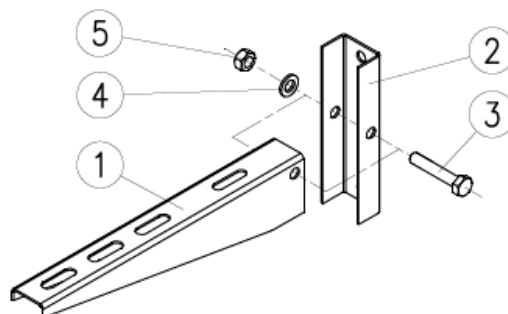

Рисунок 6.7
Полку кронштейна ПК (1) (длиной по ширине лотка) вставить в стойку кронштейна СК (2). Совместив отверстия широкой стороны полки (1) и центральной части стойки (2), вставить Болт М8х45 (3), надеть на болт шайбу М8 (4) и зафиксировать Гайкой М8 (5) (Рисунок 6.7).